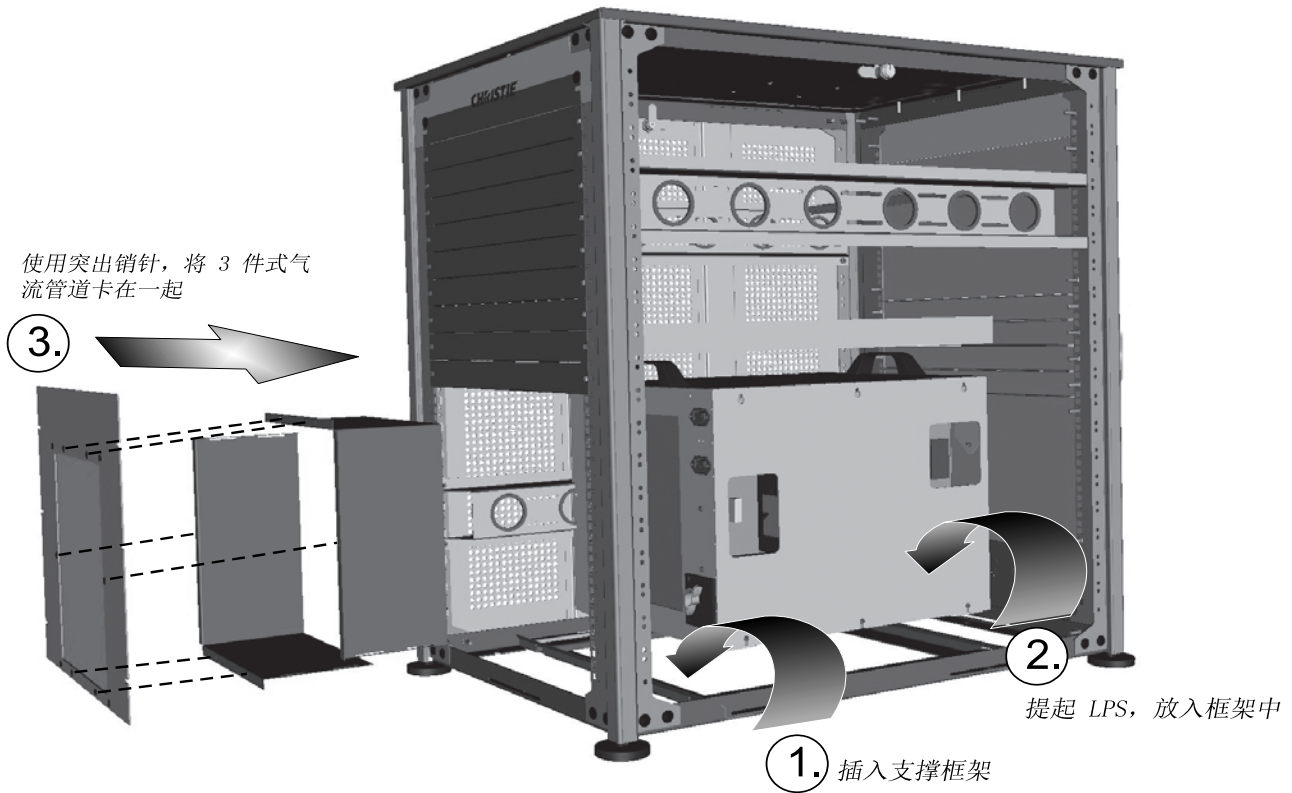

图 2-3 安装 LPS 的步骤
- c. 从 LPS 插入支撑框架（将销针对准小孔）。请参阅图 2-3 中的步骤 1。
- d. 提起 LPS，放入框架中。请参阅图 2-3 中的步骤 2。
- f. 组装三件式气流管道（LPS 随附的）。请参阅图 2-3 中的步骤 3。首先将两个“L”形部件卡在一起，然后将其卡入第三个部件（平板）的 6 个突出销针。
- h. 从外面将气流管道插入支架。图 2-3 中的步骤 3。